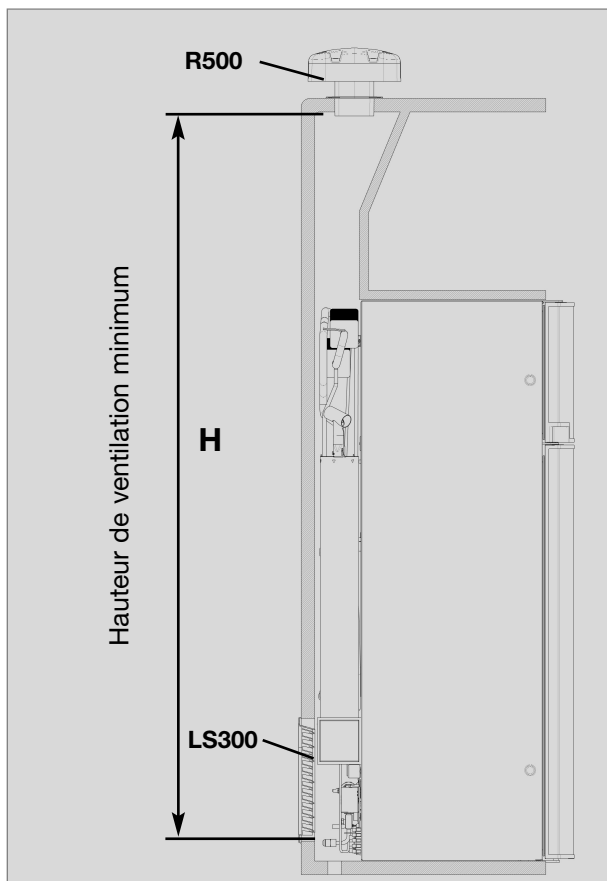
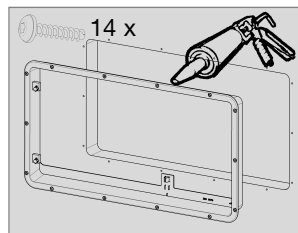

Fig. 13
Fig. 16
L'aération du groupe frigorifique est effectuée au moyen de deux ouvertures dans la paroi de la caravane. L'air frais pénètre par le bas et afflue réchauffé par la grille d'aération supérieure (effet de cheminée). **Il est recommandé d'installer la grille d'aération supérieure le plus haut possible, au-dessus du condensateur (Fig. 13) . La grille de ventilation inférieure doit être à fleur de la niche (Fig. 16) afin que le gaz non brûlé (le gaz étant plus lourd que l'air) puisse être directement acheminé à l'air libre. Le brûleur à gaz doit se trouver au-dessus du bord (1) .**